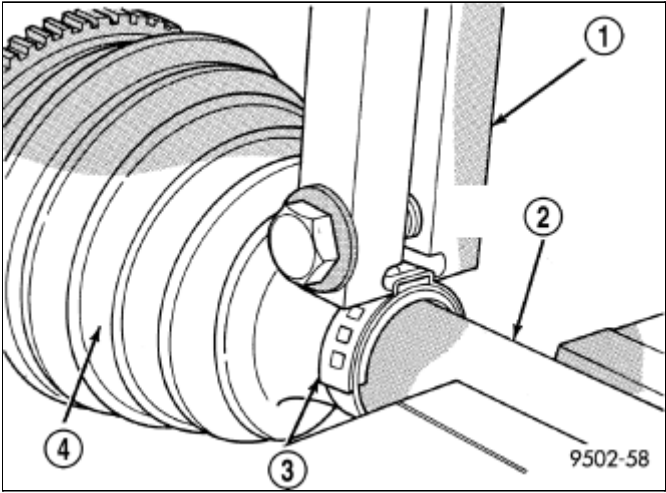

图 5 安装到密封防尘罩卡箍上的卷边工具
5. 将内部CV万向节防尘罩（4）(图 5)到互连轴卡箍均匀地在安装到密封防尘罩上。